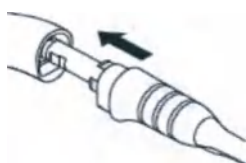

Рисунок 84 — Установка наконечника для ирригации насадки
4. Наденьте наконечник для ирригации поверх насадки (рисунок 84). Вводите наконечник для ирригации в рукоятку до остановки.